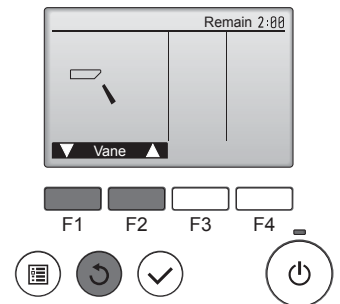

Fig. 7-7
- 1 Controleer de automatische waaierinstelling met de functietoetsen **[F1]** en **[F2]**. (Fig. 7-7)